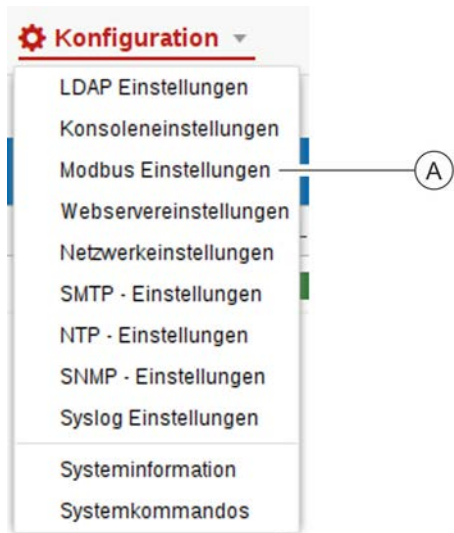

Abb. 219: Modbus-Einstellungen aufrufen
1. Über „Konfiguration → Modbus Einstellungen“ die Modbus-Einstellungen aufrufen (Abb. 219/Ⓐ).